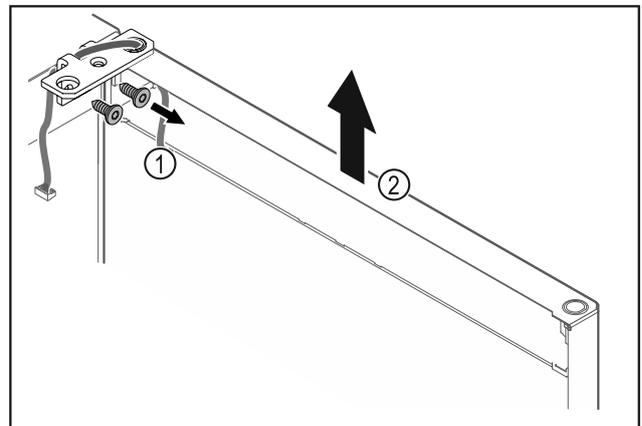

Fig. 24
- ▶ 按下合页角铁 Fig. 24 (1)。
- ▶ 将冰箱门连同合页角铁一起笔直向上提升 Fig. 24 (2)大约200 mm 并取下。